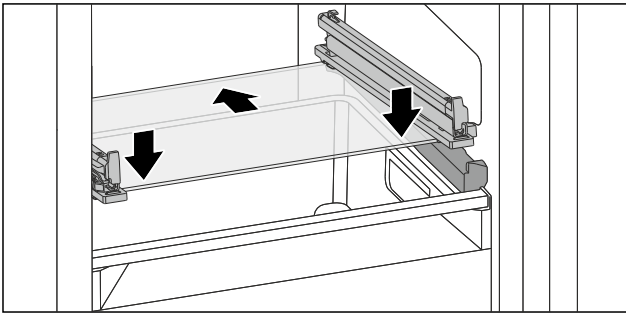

Fig. 134 Płyta szklana szuflady odchylanej
- ▶ Założyć płytę szklaną pod skosem za stoperami. (patrz Fig. 134)